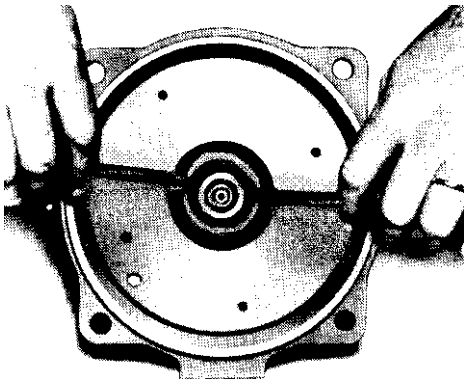

Figure 2
1. Enlever la vis (10) de la patte de pompe (v. page suivante).
2. Déposer les vis (12) du corps de pompe (2).
4. Enlever la bague d'étanchéité (3) du diffuseur (6) ainsi que la membrane (4).
5. Ôter les vis de fixation (5) du diffuseur à l'adaptateur (11).
8. Dévisser (SENS ANTIHORAIRE) et enlever la roue (7).
9. Employer deux tournevis en guise de leviers et extraire l'élément mobile de la garniture mécanique (8), puis le jeter (v. fig. 2).
10. Enlever les vis (13) de l'adaptateur et déposer celui-ci.